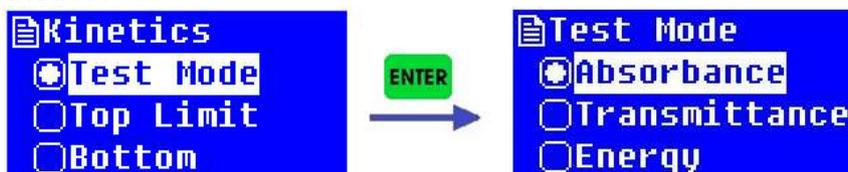

Fig. 3-34
**Selección del modo de Prueba(Test):** Hay tres modos de prueba para elegir, Absorbancia, Transmitancia y Energía. Se puede seleccionar "Modo de prueba" en la interfaz de configuración de Kinetics y pulsar “ENTER” para entrar a la interfaz de selección del modo de prueba (Fig. 3-34). Pulsar “▲” o “▼” para seleccionar el modo requerido y pulsar “ENTER” para confirmar la selección. Ahora, pulsar “ESC” para volver a la interfaz de configuración Cinética.